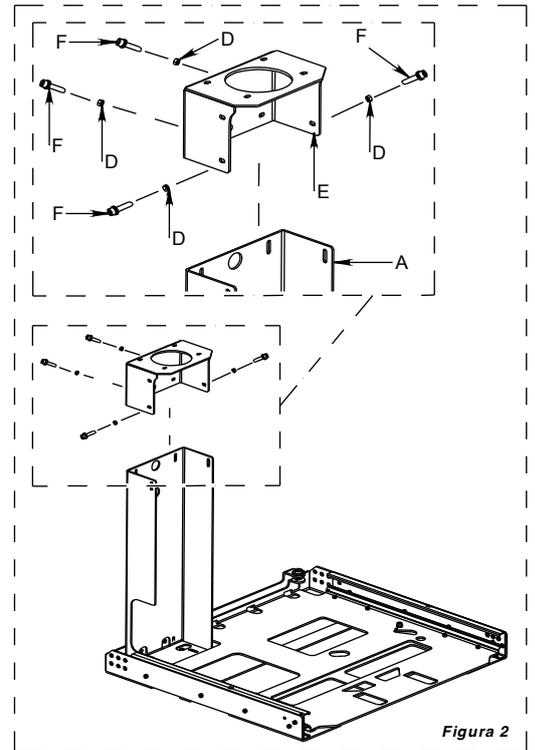

Figura 2
- Fissare ora, alla staffa A, il supporto E attraverso le viti in dotazione F (vite tc m6x12) e D (dado m6) (vedi figura 2). Nel caso dell' Insert Line 490 usare i fori superiori del supporto E. Nel caso dell'Insert Line 600 usare i fori inferiori del supporto E.